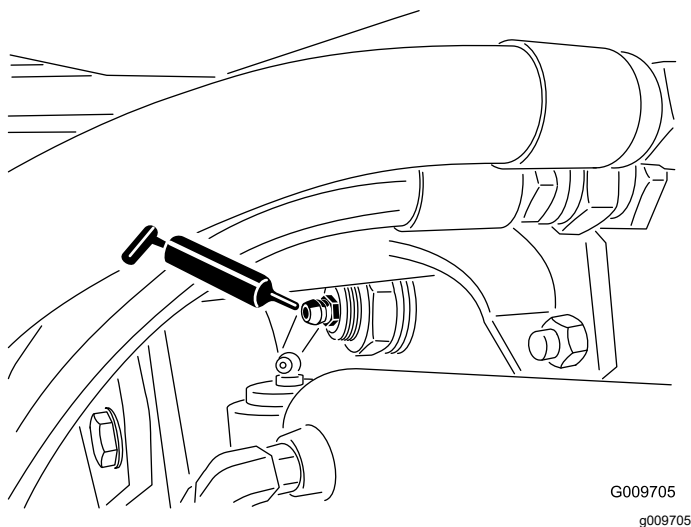

Рисунок 37
- Втулки шарниров заднего моста (2 шт.), как показано на Рисунок 37